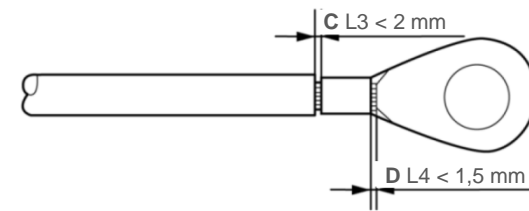

Abbildung 5.9 Draht abisolieren
- 4) Führen Sie den abisolierten Draht in den OT-Anschluss Crimp-Bereich ein und crimpen Sie den Anschluss mit der Hydraulikklemme an den Draht (siehe Abbildung 5.9).